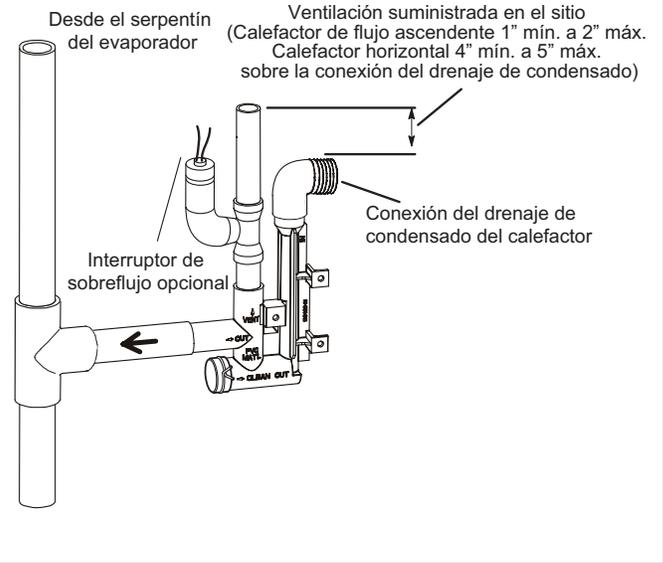

Figura 50
- 5 - En la Figura 49 y la Figura 51 se muestran el calefactor y el serpentín del evaporador con drenajes por separado. Si es necesario, la línea de condensado del calefactor y el serpentín del evaporador se pueden drenar juntas. Vea la Figura 50, la Figura 52 y la Figura 53. **Calefactor de flujo ascendente (Figura 52)** - En aplicaciones del calefactor de flujo ascendente, la ventilación proporcionada en el sitio debe ser de un largo mínimo de 1" hasta un largo máximo de 2" arriba de la conexión de la salida de drenaje de condensado. Cualquier largo de más de 2" puede inundar el intercambiador de calor si la línea de drenaje primario combinada tuviese una restricción. **Calefactor horizontal (Figura 53)** - En aplicaciones del calefactor horizontal, la ventilación proporcionada en el sitio debe ser de un largo mínimo de 4" hasta un largo máximo de 5" arriba de la conexión de la salida de drenaje de condensado. Cualquier largo de más de 5" puede inundar el intercambiador de calor si la línea de drenaje primario combinada tuviese una restricción.